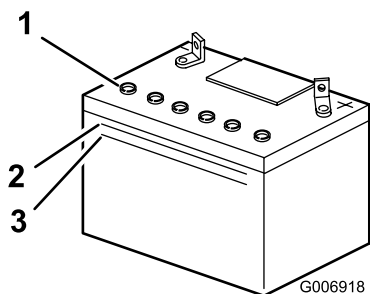

Figura 36
2. Guardate il fianco della batteria. L'elettrolito deve raggiungere la linea superiore (Figura 36).
Nota: Non lasciate scendere l'elettrolito sotto la linea inferiore (Figura 36).
2. Togliete i tappi di riempimento (Figura 36).
3. Versate lentamente dell'acqua distillata in ogni elemento della batteria, finché non raggiunge la parte inferiore del tubo (Figura 36).